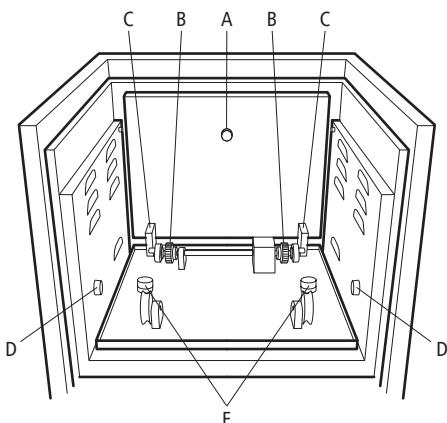

Figure 4: Pièces motrices de l'étuve INC-200D-H
- 5.4 Placez le tournebroche dans l'étuve, sur le mécanisme de rotation, en veillant à ce que les bandes dentelées à l'une ou l'autre extrémité du tournebroche se logent dans les roues dentées du mécanisme de rotation à l'arrière de l'étuve (B sur la figure 4). Les collettes en plastique du tournebroche se positionnent sur les petites roues du plancher de l'étuve. Fermez la porte de l'étuve.
- 6.2 Soulevez la plate-forme par sa poignée (A sur la figure 4) depuis sa position de rangement, faites-la coulisser vers l'avant et posez-la sur le mécanisme de bascule en plaçant les ergots latéraux de la plate-forme dans les gorges de retenue (D) sur les parois latérales de la chambre de l'étuve. Cette